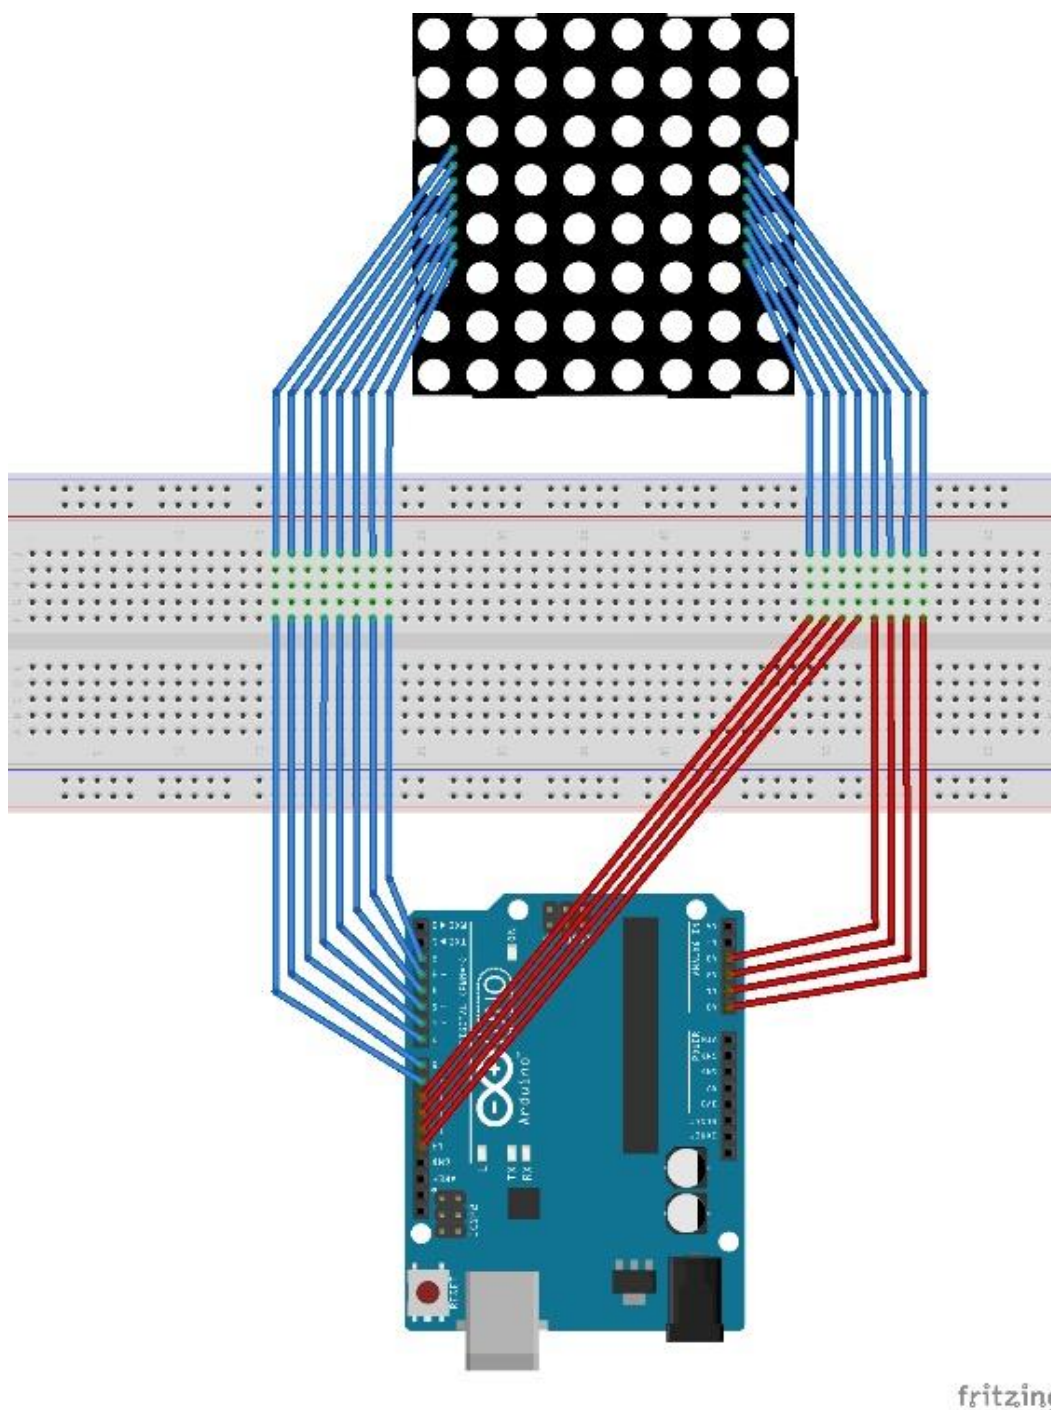

Рисунок 6.5 –Принципиальная схема управления светодиодной матрицей без использования сдвигового регистра
2. Схема устройства для управления светодиодной матрицей на основе алгоритма с использованием платы Arduino UNO (рисунок 6.5) выглядит следующим образом: